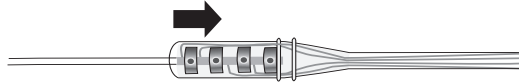

Figure 20. Insérer complètement l'électrode dans le connecteur à vis de l'extension.
3. Insérer complètement la partie exposée de l'électrode dans le connecteur à vis de l'extension (Figure 20).